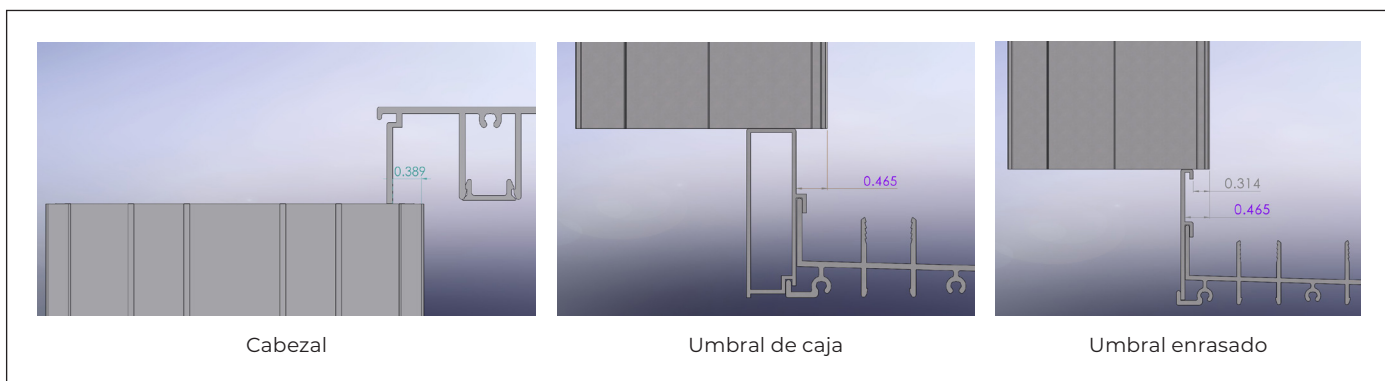

Figura 15
12. Si no hay un panel disponible para determinar la ubicación del gancho tipo P de adentro hacia afuera, alinee el gancho tipo P con el elevador y el cabezal, como se muestra. (Consulte la figura 15).